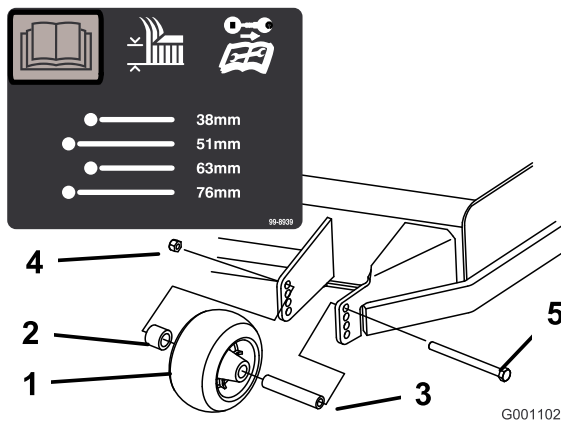
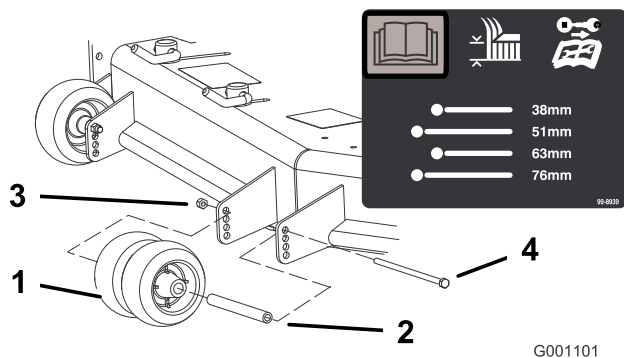
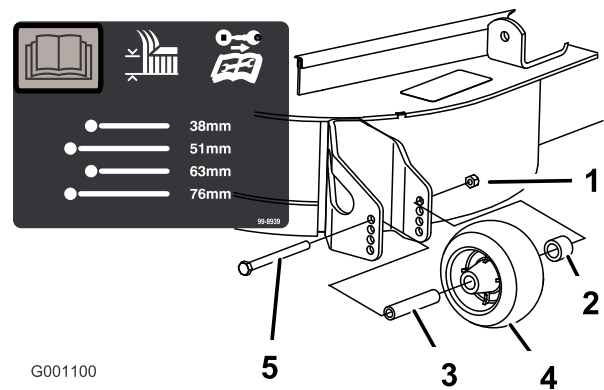

Figure 20
Figure 21
Figure 22
3. Après avoir réglé la hauteur de coupe, réglez les galets en retirant l'écrou à collerette, la bague, l'entretoise et le boulon (Figure 20, Figure 21 et Figure 22).
Remarque: Les deux galets centraux ne sont pas munis d'entretoise (Figure 21).
5. Posez l'écrou à embase, la bague, l'entretoise et le boulon. Serrez à un couple de 54 à 61 Nm (Figure 20, Figure 21 et Figure 22).